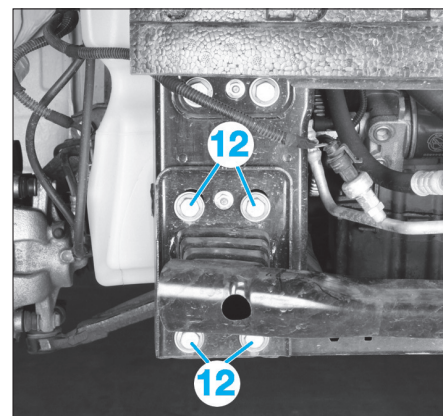

Fig. 23
- Déposer de chaque côté de la traverse, les vis (12) (Fig.23).